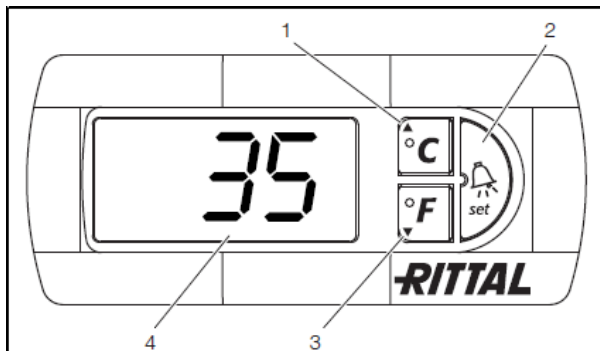

图 17: 舒适性控制器
当前机柜内部温度通常是一直显示的。在出现故障消息时，将与温度交替显示。用按键1-3（图17）对装置进行编程。相关参数也出现在显示器上。
■ 同时按住按钮1和2（图17）至少5秒钟。
用按钮 1、2、3（图 17）可在预置范围（最小值—最大值）内更改 24 个参数。